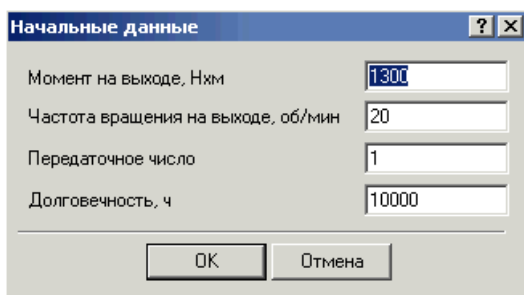

Рис. 3.3 Диалоговое окно Начальные данные.
**Начальные данные** – команда вызывает диалоговое окно (рис. 3.3) ввода начальных данных.
Затем Вы должны задать начальные данные для расчета параметров, используя команду **Начальные данные**. Вызов производится нажатием кнопки  , либо выбором соответствующего пункта меню. В появившемся диалоговом окне (рис. 3.3) вводятся следующие параметры: